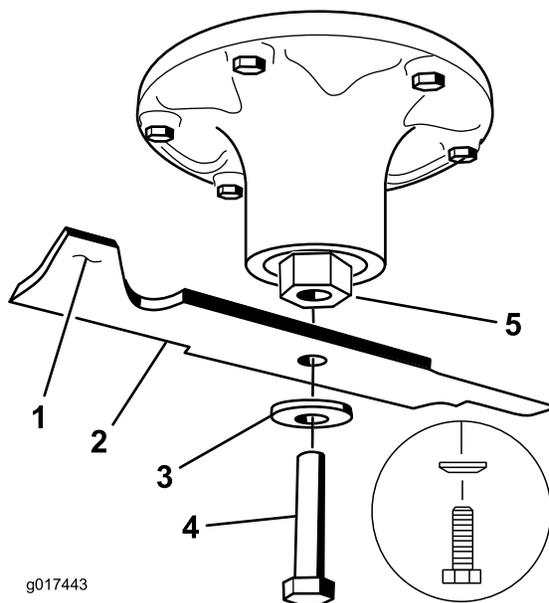

Figure 109
- Enlevez des axes des lames gauche et centrale, le boulon de lame, la rondelle bombée et la lame (Figure 109).
- Reposez sur les axes, les lames gauche et centrale, les rondelles bombées et les boulons de lame (Figure 109 et Figure 110).
Remarque: Orientez le cône de la rondelle bombée vers la tête du boulon (Figure 109).
- Posez sur l'axe, la lame droite, la rondelle bombée et le boulon (fileté à gauche) (Figure 109 et Figure 110).